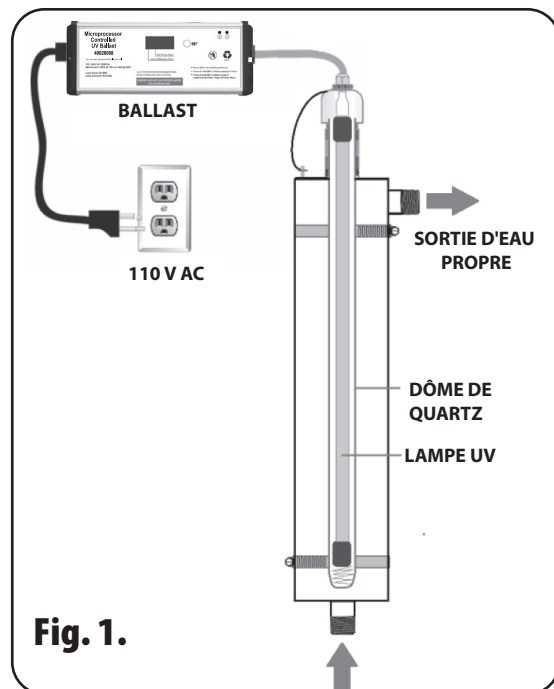

Fig. 1.
Voir Fig. 1.
- Pour des performances optimales, le système doit être monté au mur en position verticale avec le connecteur de la lampe en haut. L'entrée d'eau se trouve en bas et la sortie en haut, comme illustré sur la figure 1. Le système peut être installé horizontalement, mais il ne peut pas être complètement vidé dans cette position et il existe une plus grande probabilité de casser le dôme en quartz pendant l'entretien. Lors de l'installation d'un de ces systèmes horizontaux, la sortie doit être orientée vers le haut pour permettre à l'air de s'échapper de la chambre UV.